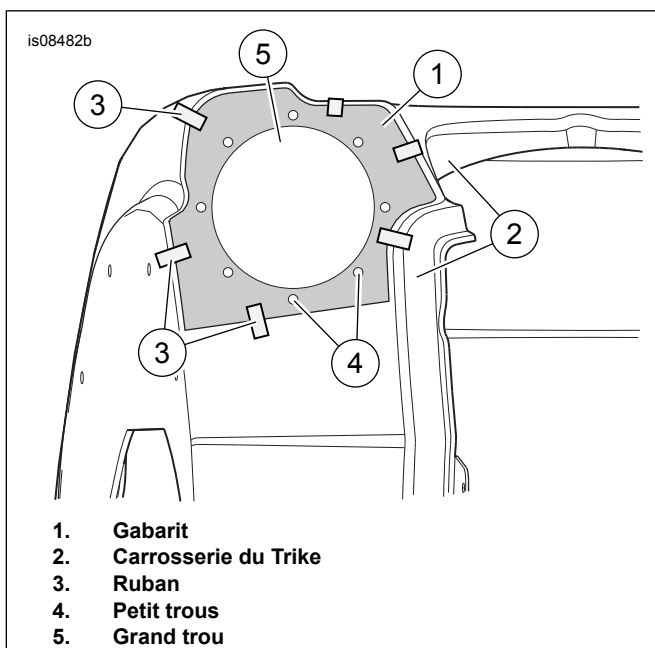

Figure 1. Emplacement du gabarit
1. Voir Figure 1 . Aligner le gabarit (1) avec un côté de la carrosserie du Trike (2). Les bords du gabarit s'alignent sur les bords tangents des ronds de travail de la carrosserie. Attacher le gabarit avec un ruban adhésif (3). Poinçonner au centre les huit petits trous (4). Marquer le grand trou (5) avec un feutre contrastant ou un crayon gras.